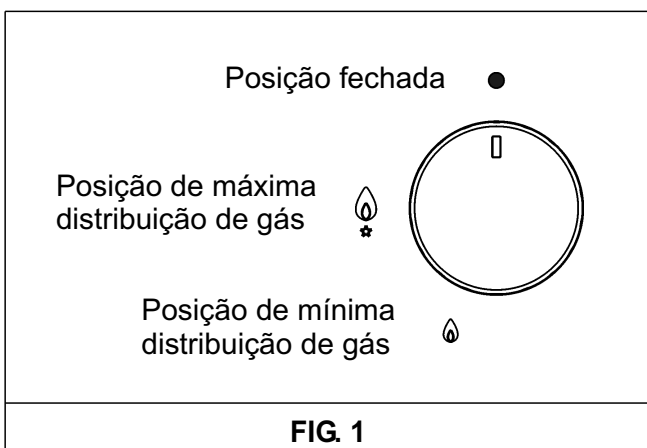

FIG. 1
Carregue no botão correspondente ao queimador que pretende utilizar e gire-o para a esquerda, colocando-o na posição de Máximo (lume forte fig. 1). Prima então o botão até ao fim.
Com os queimadores providos de termopar de segurança, é necessário girar para a esquerda o botão correspondente ao queimador que pretende utilizar, colocá-lo na posição de Máximo (lume forte fig. 1) até perceber uma pequena paragem e premir então o botão. Com o queimador aceso, mantenha o botão premido durante cerca de 10 segundos.
- Quando a água começar a ferver, coloque o botão na posição de Mínimo (lume brando fig. 1).
- **queimadores com dispositivo de falha de chama só pode ser inflamado quando o botão tem-se relacionado com o total de Setembro, sobre a posição (chama grande fig. 1).**